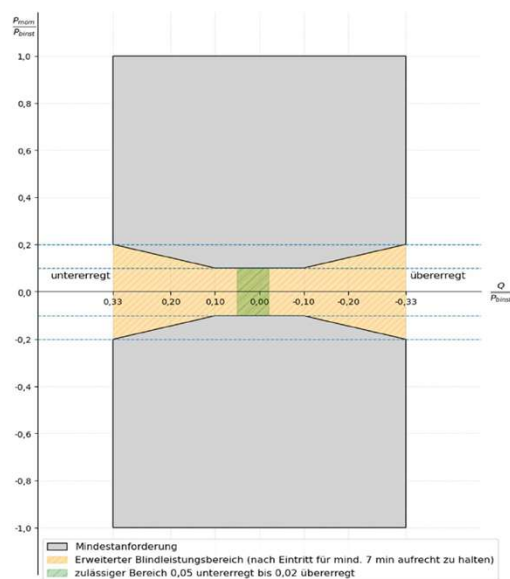

Abbildung 7: P/Q-Diagramm für Speicher am Netzanschlusspunkt im Verbraucherzählpfeilsystem
- Anforderungen gelten auch für die Bezugsrichtung (siehe Abbildung 7)